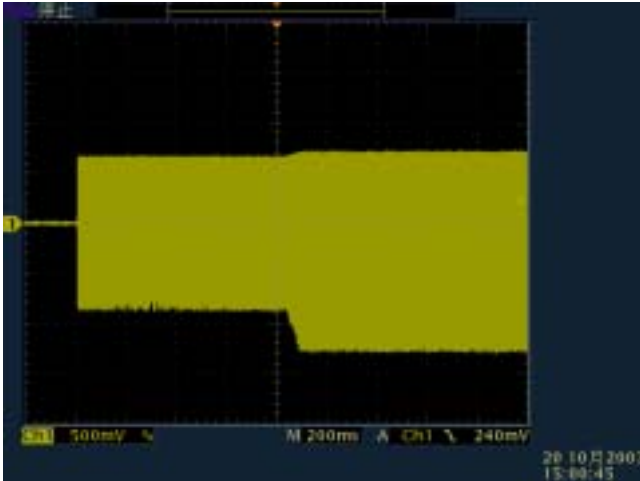

图 7 预热、扫频、正常工作时的 V_{BE}
5. 打开 +15V 直流电源，再次观测 V_{BE} ，确定预热频率为 73KHz，工作频率为 45 KHz，并且能够清晰看到扫频过程。预热时间调节可以通过调整 C_{pre} 实现。图 7 包含了预热、扫频、正常工作的 V_{BE} 波形。